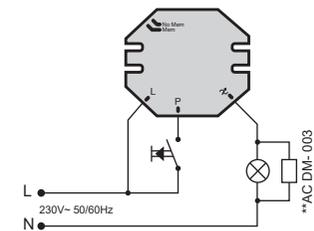

FIG. 1
- 3 - Installeer de dimmer volgens het installatieschema Fig. 1.
**OPMERKING: Als, na een order van de lamp uit te schakelen LED-230V is licht ingeschakeld, moet u AC DM-003 parallel aan de lamp te plaatsen (Fig. 1).
- 3 - Monter dæmperen i følge installationskemaet Fig. 1.
**BEMÆRK: Hvis der efter en for at slukke lampen LED 230V er lidt tændt, skal du placere AC DM-003 parallelt med lampen (Fig. 1).